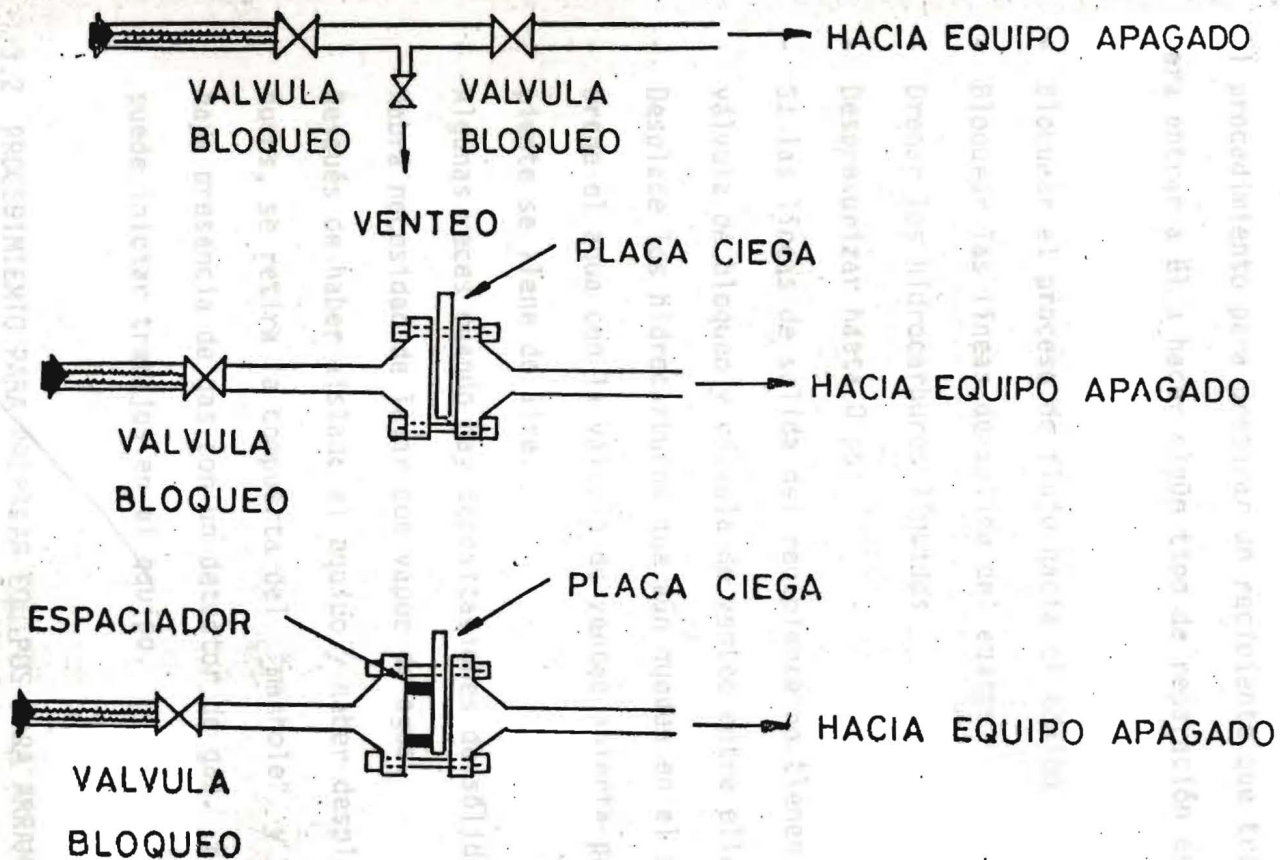

FIG A1. FORMAS SEGURAS DE BLOQUEAR LA ENTRADA DE FLUIDOS A UN RECIPIENTE QUE TRABAJA A PRESION.
Para sellar las entradas y salidas de un recipiente se debe tener en cuenta que una sola válvula no es un bloqueo seguro, puede tener escapes principalmente de gas. Un bloqueo seguro y absoluto de una línea se puede obtener en los siguientes casos. (Ver Figura A1).
- Dos válvulas de bloqueo cerradas y en medio de ellas una válvula de venteo abierta (Figura A1,a).
- Una válvula de bloqueo cerrada y luego en la brida siguiente se instala una placa ciega que bloqueará el flujo que haya podido escapar a través de la válvula de bloqueo (Figura A1,b). El espesor de esta placa dependerá de la presión que se pueda encontrar allí.
- Una válvula de bloqueo cerrada y luego en la brida una placa ciega delgada y con espaciador entre las dos caras de la brida (Figura A1,c) este espaciador dejará una especie de orificio en la tubería a través del cual podrá escaparse el flujo que haya pasado la válvula de bloqueo el cual no podrá seguir por la tubería porque se lo impide la placa ciega.